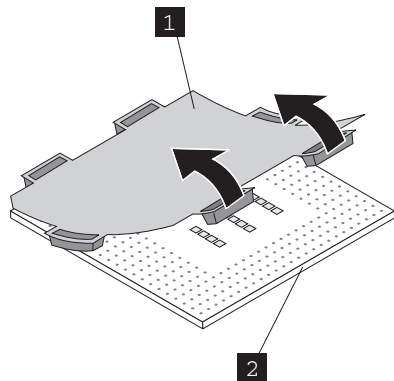

图 195. 卸下微处理器中的塑料保护盖
- e. 如果在微处理器底部有一个塑料保护盖，请小心地将其取下，如图 195 中所示。